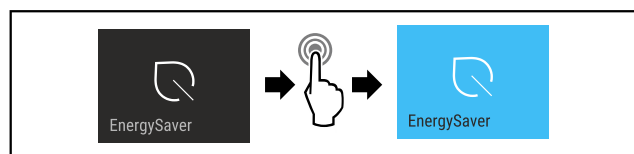

Fig. 16
- ▶ Handlungsschritte (siehe Fig. 16) durchführen.